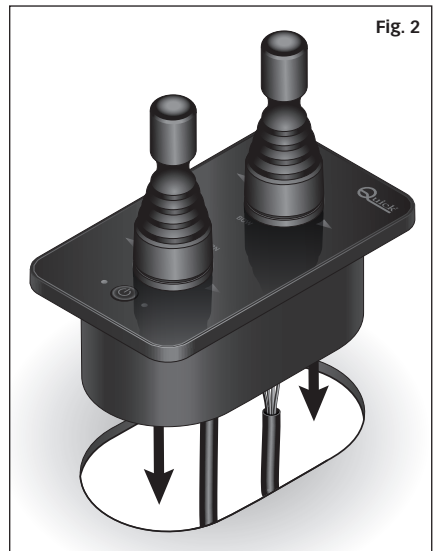

Fig. 2
- (Fig. 2) introduire la commande dans l'orifice et appuyer dessus pour qu'elle adhère correctement à la surface.